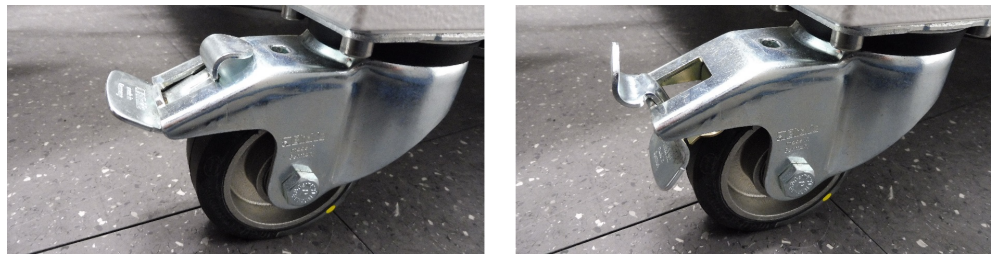

图 5-1: 带制动器的滚轮
4. 搬运完成后，锁定滚轮以防止屏蔽箱意外移动。请参阅图 5-1。
3. 解锁屏蔽箱的滚轮。请参阅图 5-1。
5. 锁定前滚轮。请参阅图 5-1。